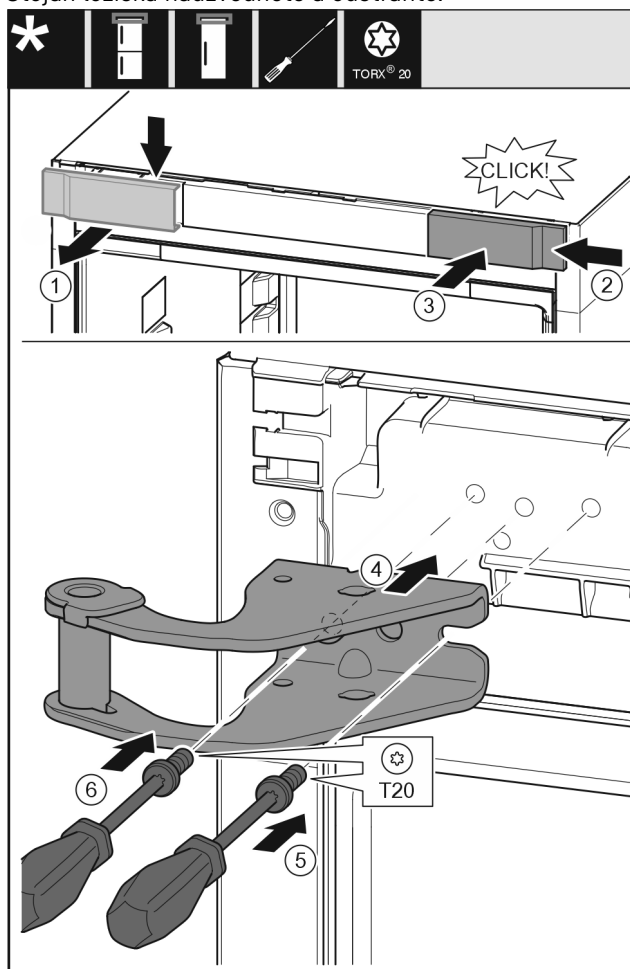

Fig. 14
- ▶ Odeberte kryt shora dopředu. Fig. 14 (1)
- ▶ Kryt otočený o 180° zavěste na druhé straně zprava. Fig. 14 (2)
- ▶ Zaklapněte kryt. Fig. 14 (3)
- ▶ Nasadte horní stojan ložiska. Fig. 14 (4)
- ▶ Šroubovákem T20 nasadte šroub a utáhněte. Fig. 14 (5)
- ▶ Šroubovákem T20 vložte šroub a utáhněte. Fig. 14 (6)